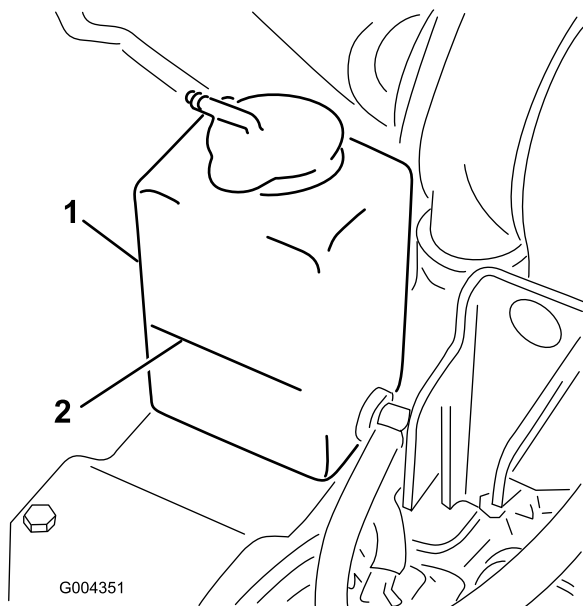

Figure 14
1. Vérifiez le niveau du liquide de refroidissement dans le vase d'expansion (Figure 14).